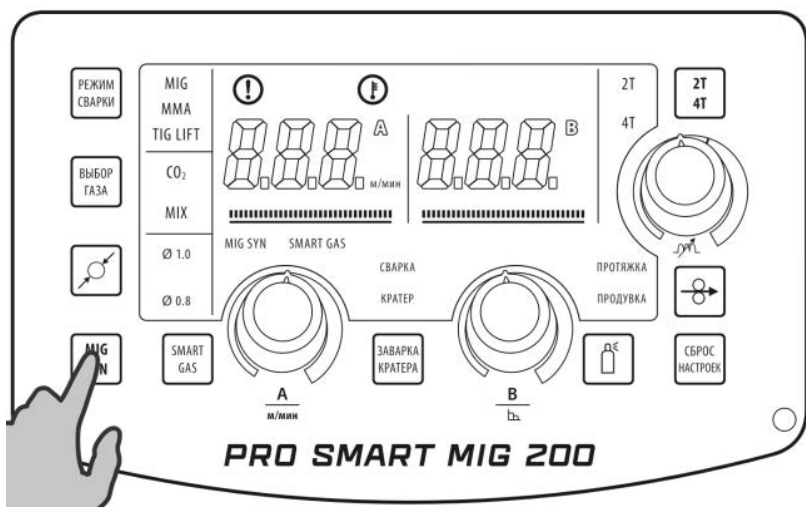

Рис. 8.6.2. Выбор режима MIG SYN.
2. Выберите режим MIG SYN (См. рис. 8.6.2), кнопка включения синергетического режима – см. табл. 7.0.2, поз. 5.